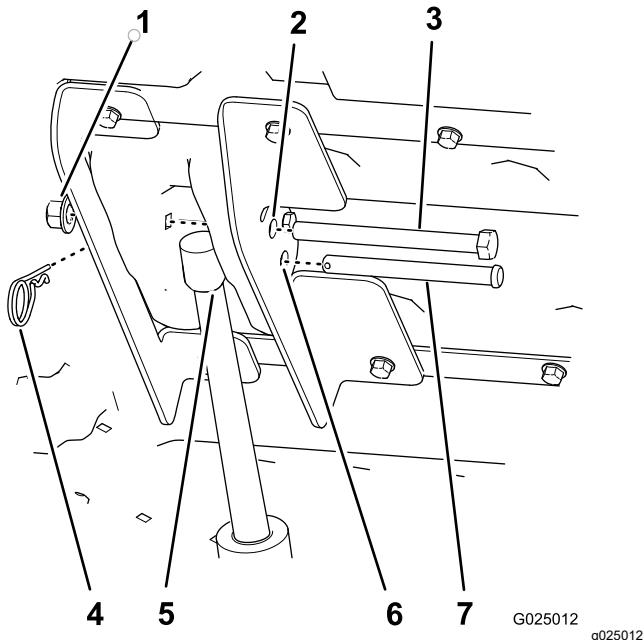

Figura 11
7. Premete la paletta superiore dell'interruttore di sollevamento del pianale per allungare l'asta dell'attuatore di sollevamento in modo che il foro nell'asta stessa sia allineato con i fori nella staffa di sollevamento interna ed esterna (Figura 11).
8. Fissate l'asta dell'attuatore di sollevamento alle staffe di sollevamento con il perno con testa ($3\frac{1}{2}$ ") e la coppiglia (Figura 11).
10. Allineate il bullone a testa esagonale ($\frac{1}{2}$ " x $5\frac{1}{2}$ ") con gli altri fori da 12,7 mm nella staffa di sollevamento interna ed esterna (Figura 11) e fissatelo con un dado di bloccaggio ($\frac{1}{2}$ ") in modo che il dado sia bene inserito.
2. Rimuovete la coppiglia a forcina e il perno con testa che fissano l'asta dell'attuatore alla staffa di sollevamento interna ed esterna (Figura 11).
7. Abbassate il pianale e allineate l'attuatore di sollevamento alle staffe di sollevamento (Figura 11).
8. Fissate l'attuatore di sollevamento alle staffe di sollevamento per mezzo del perno con testa e della coppiglia (Figura 11).